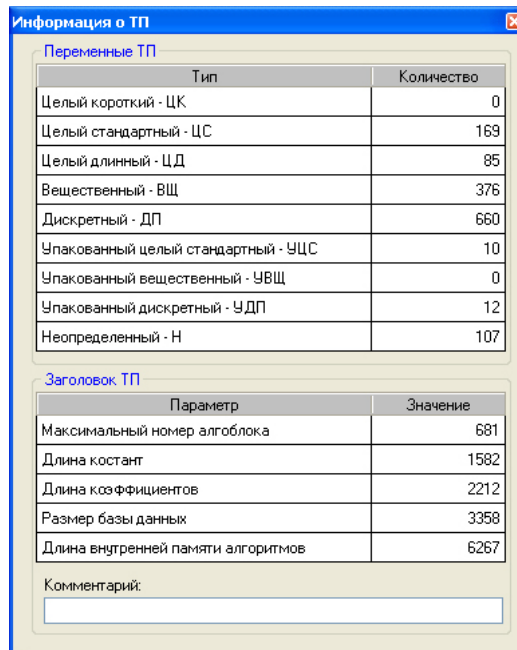

Рисунок 3.28 – Окно Информация о ТП
- информацию о переменных ТП в окне, открываемом щелчком мыши по кнопке **Информация о ТП** (рисунок 3.28).